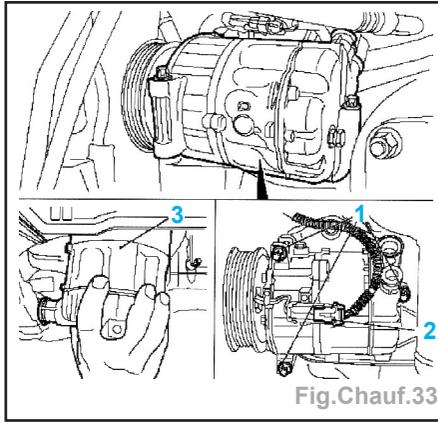

Fig. Chauf.33
- Débrancher la connexion (2), déposer les 3 vis (1) et le compresseur (Fig. Chauf.33).